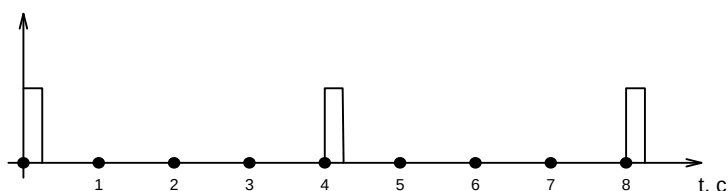

Рис. 5 Индикация отсутствия каналов доставки
2. В случае если отсутствуют каналы доставки событий, индикатор начнет мигать кратковременными вспышками один раз в четыре секунды (рис. 5).